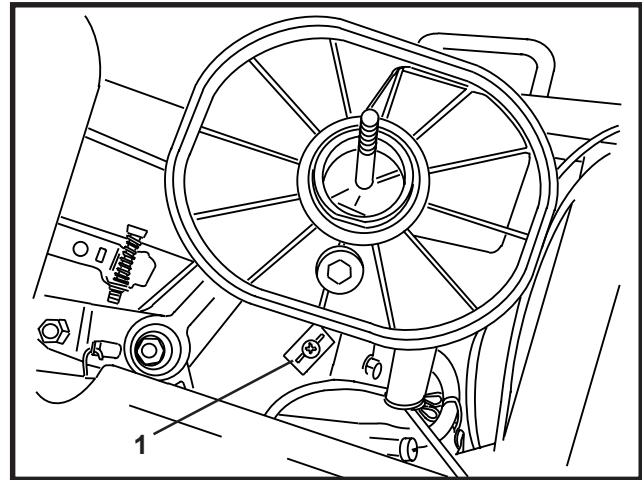

FIGURA 5
1. FORCINA (1)
2. PERNO CON TESTA (1)
9. Rimuovere il filtro dell'aria e il doppio morsetto dal motore. Figura 5.